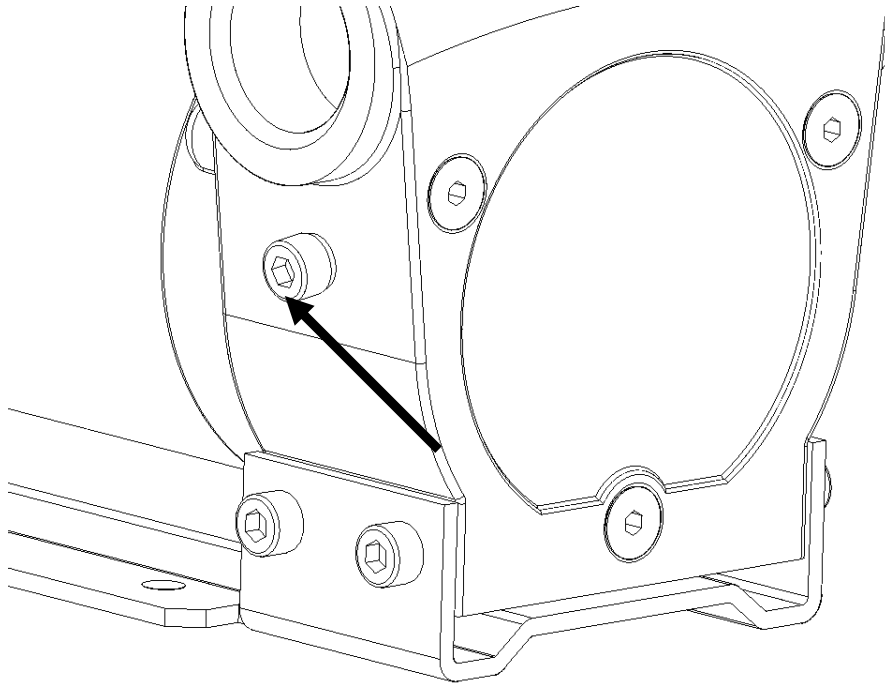

Fig. 3-1: Taladro para el sifón protector unido con tornillo (posición de suministro)
- Quite el tornillo y la junta de estanqueidad situados lateralmente en la carcasa de la bomba (ver fig. 3-1 )